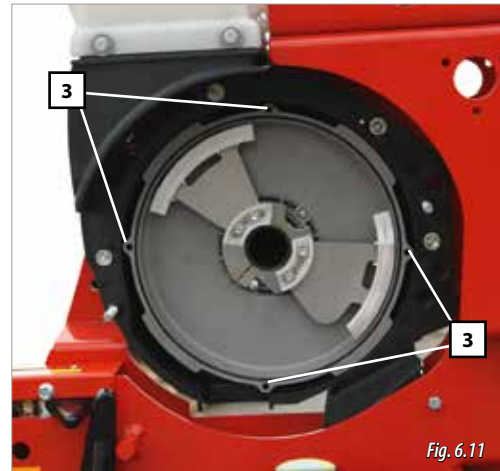

Fig. 6.11
- 3- El disco está sujeto magnéticamente. Coger el disco con las dos manos y tirar de él para extraerlo. Una vez extraído el disco de semilla, se visualiza la campana de vacío del distribuidor (Fig. 6.11).
**IMPORTANTE:** encajar las púas del disco con los agujeros de la campana de vacío del distribuidor (3, Fig. 6.11).